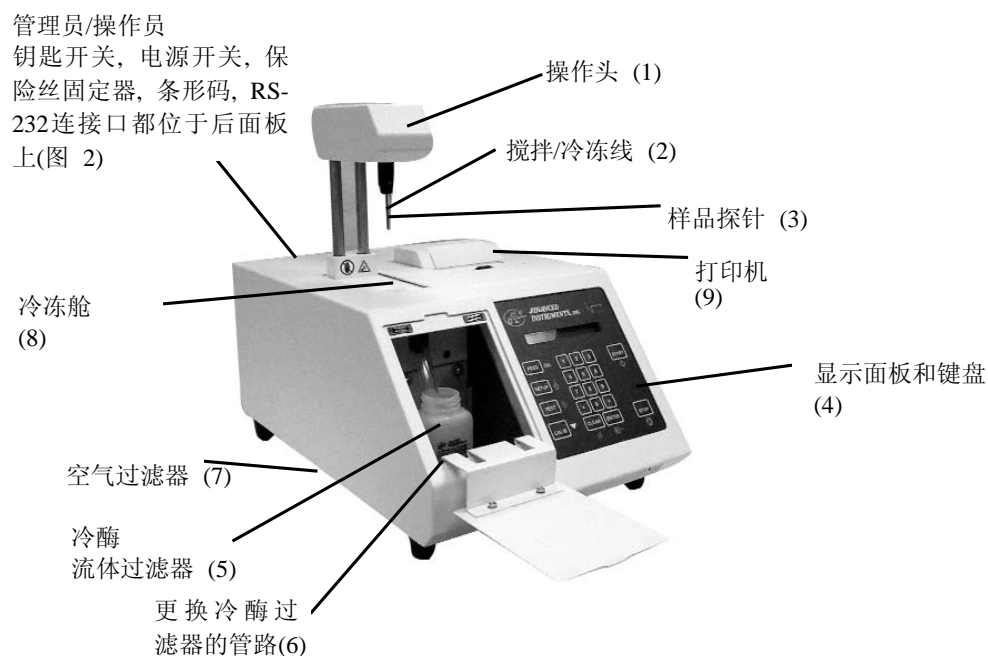

图4: 3250 部件和控制元件
操作头 (图 4, 项目1)
冷冻舱 (图4, 项目8)
显示面板 (图4, 项目4)
键区 (图4, 项目4)
打印机 (图4, 项目9)
1. 从冷冻舱中取出样品管(图4, 项目8).